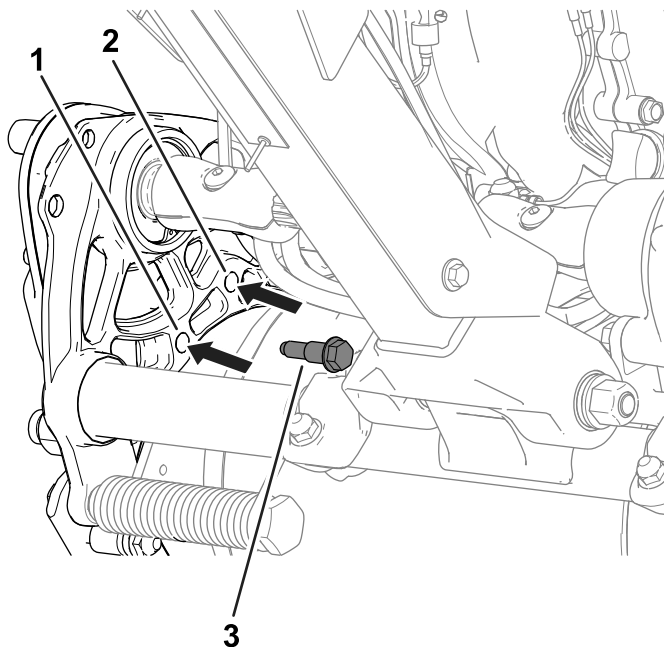

Figure 21
2. Déposez les boulons à épaulement (Figure 21) de chaque côté de la machine, qui fixent le carter d'entraînement du tambour au châssis.
4. Servez-vous des boulons à épaulement précédemment retirés pour fixer le carter d'entraînement au châssis (Figure 21).